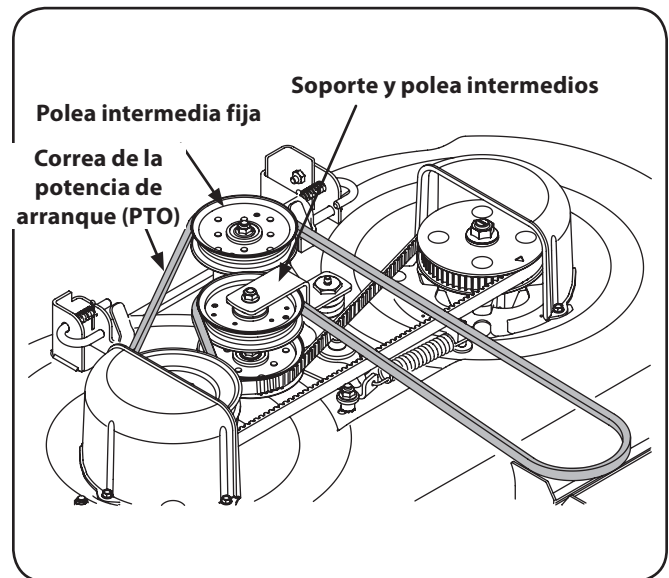

Figura 7-4
7. Haga pasar la correa alrededor de la polea intermedia fija como se indica en la Figura 7-4 y vuelva a instalar la plataforma como se describe en "Reinstalación de la plataforma de corte" más adelante en esta sección.